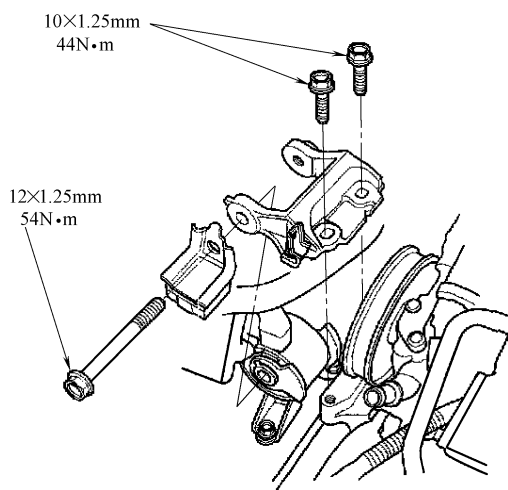

图 23-93 紧固螺栓
17) 安装发动机侧支架 A 的上半部分, 并按照图中的顺序紧固螺栓 (图 23-93)。